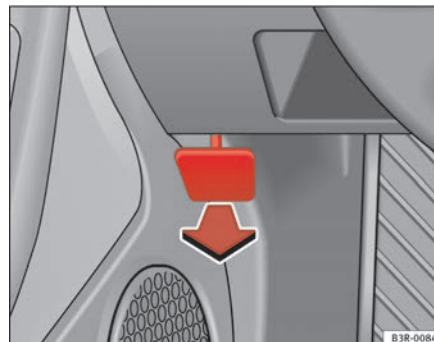

Fig. 162 Dettaglio del vano piedi sul lato del conducente: leva per l'apertura del cofano del vano motore.
- Tirare la leva situata sotto il cruscotto nella direzione della freccia (⇒ fig. 162).